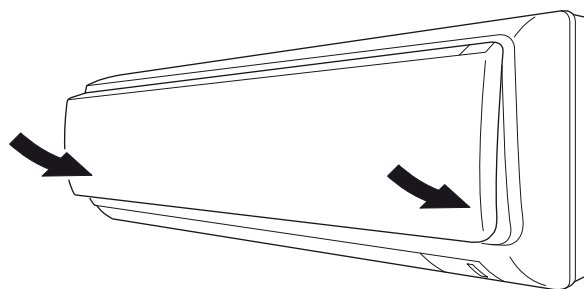

Fig. 19-1
- (6) Premere sugli angoli sinistro e destro in basso del pannello anteriore per attaccarlo all'unità interna. (Fig. 19-1)